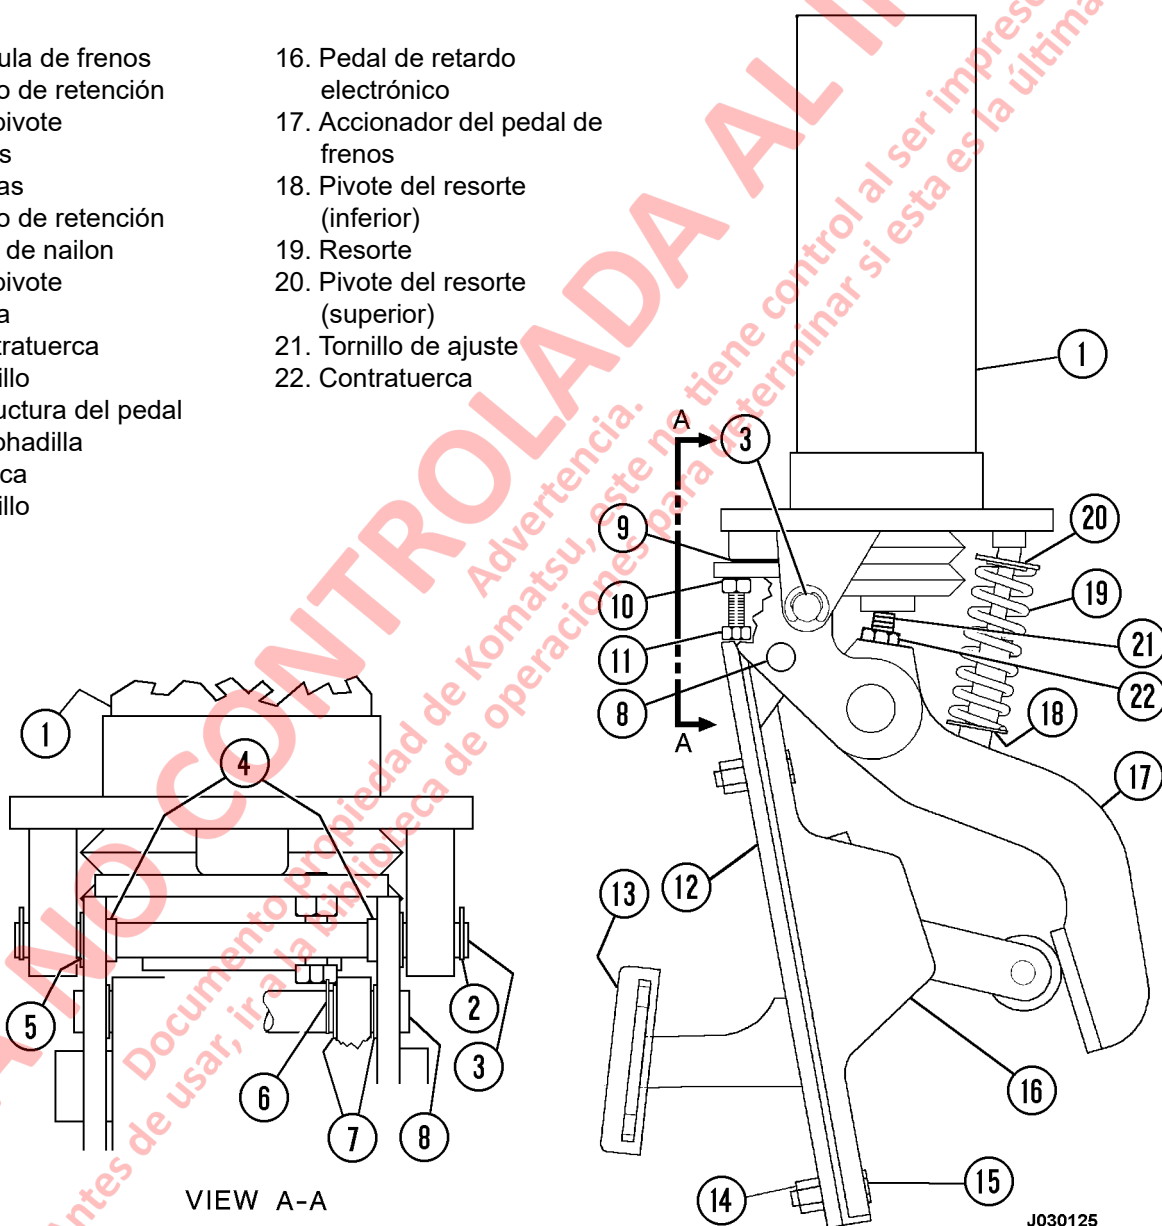

FIGURA 3-3. VÁLVULA DE FRENOS CON PEDAL DE RETARDO
1. Si aún no está desmontado, retire el pedal de retardo dinámico (16, Figura 3-3) del pedal del freno desmontando el eje pivote (8).